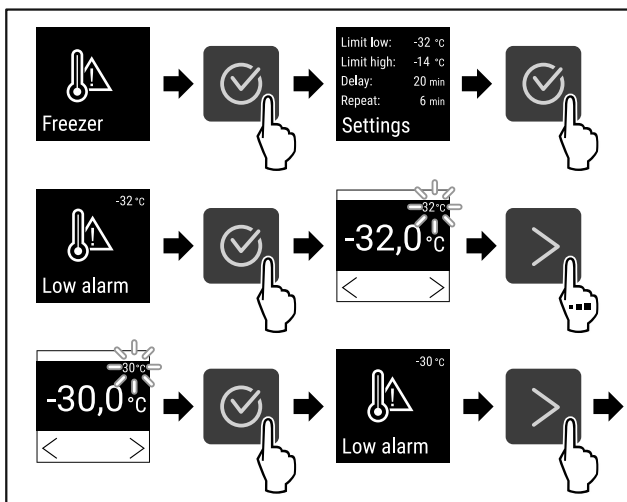

Fig. 97
- ▶ Suivre les étapes (voir Fig. 97).